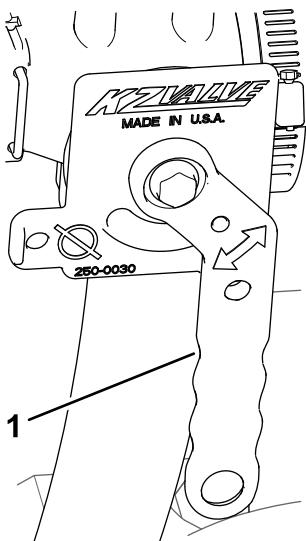

Figura 42
4. Rode o manípulo da válvula de corte do misturador para a posição aberta (Figura 42).
5. Feche a válvula de corte do misturador; consulte Figura 42 de Ligar o misturador \(página 22\).